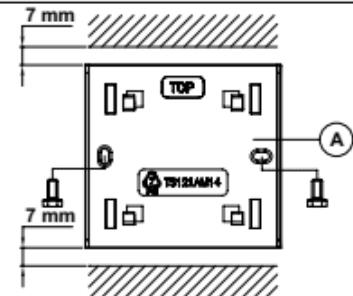

Fig 3.
- b. al muro con le viti e i tasselli forniti in dotazione (fig. 3);